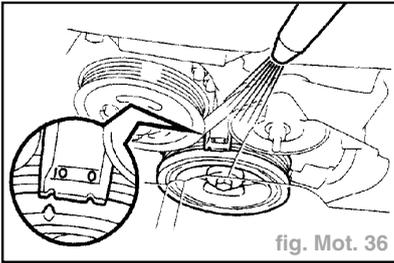

fig. Mot. 36
- Vérifier le calage (fig. Mot. 36) :